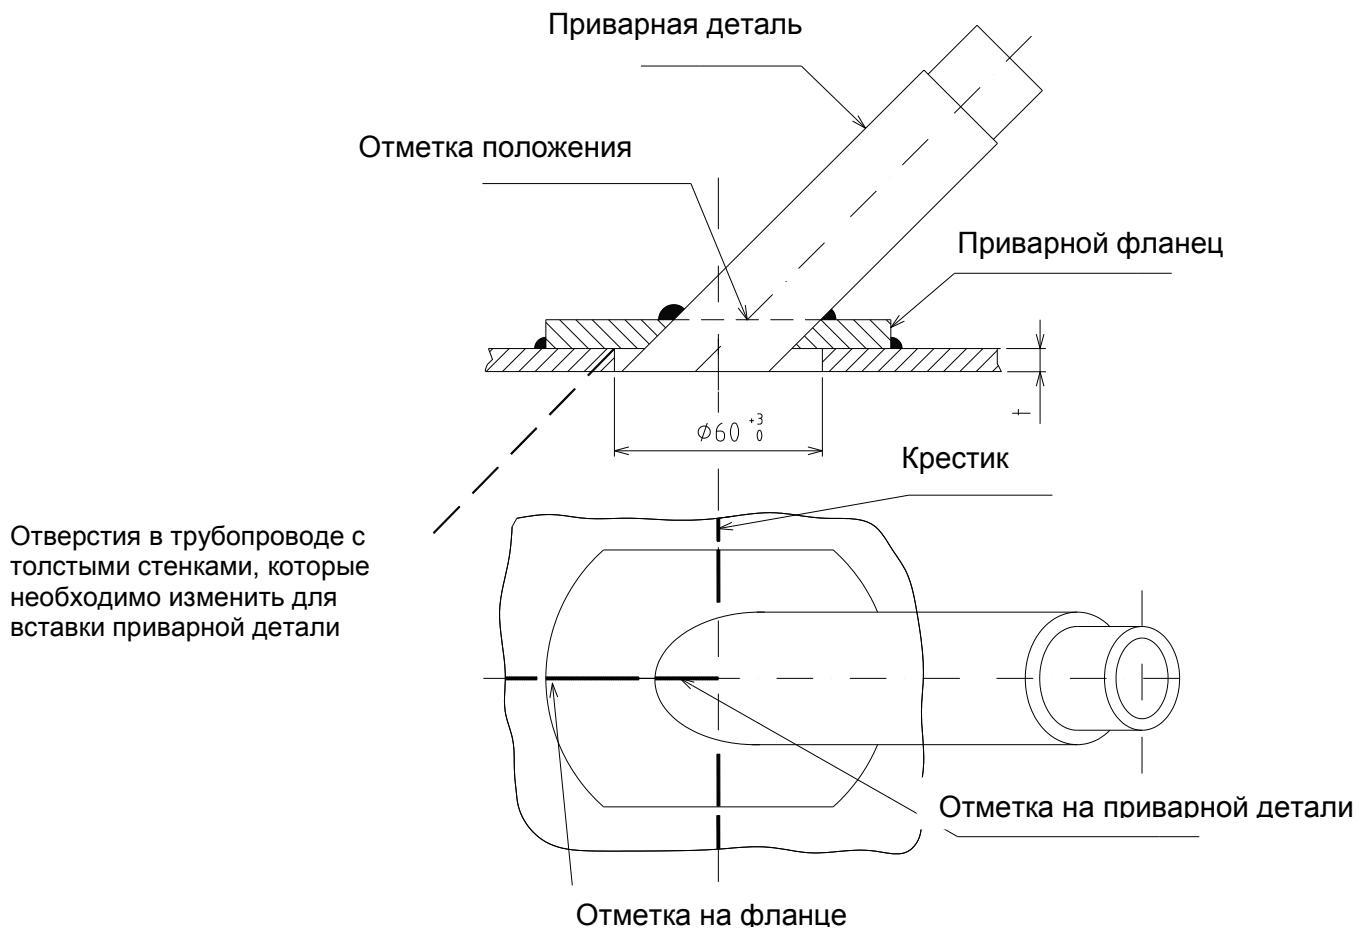

Рисунок 17
- C.** Поместите приварные фланцы на обе приварные детали и отрегулируйте их положение в зависимости от установленных меток. Глубина вставки должна быть такой, чтобы нижняя часть приварной детали была заподлицо с внутренней поверхностью измеряемого трубопровода (смотрите рисунок 17). Отметьте (на приварной детали) правильную глубину вставки приварной детали во фланец.